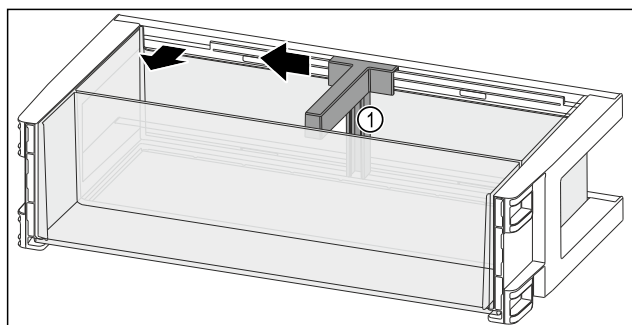

Fig. 92
- Плъзнете преградата за бутилки Fig. 92 (1) настрани до прореза.
- Свалете преградата за бутилки Fig. 92 (1).